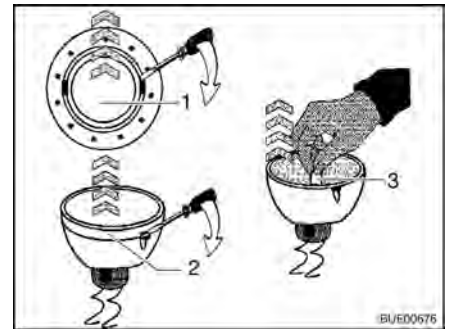

Fig. 235 Remplacer l'ampoule halogène
- Desserrer la bague de recouvrement intérieure (Fig. 235,1) du boîtier avec un tournevis.
- Défaire la bague de recouvrement avec le panneau en verre (Fig. 235,2) de la partie inférieure de la lampe halogène encastrée à l'aide d'un tournevis.
- Retirer l'ampoule halogène (Fig. 235,3).